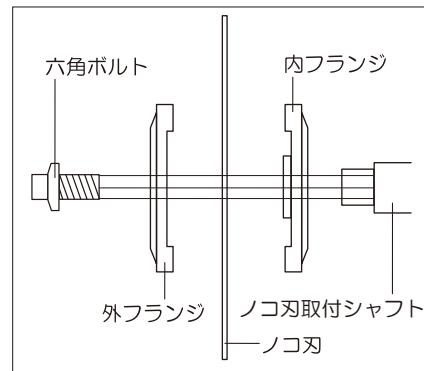
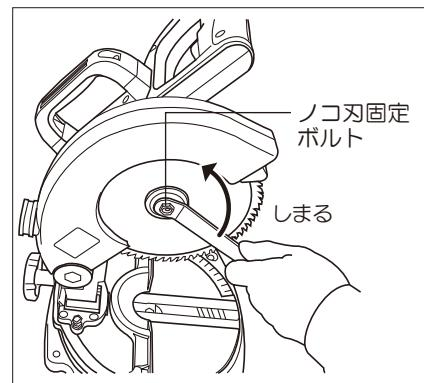
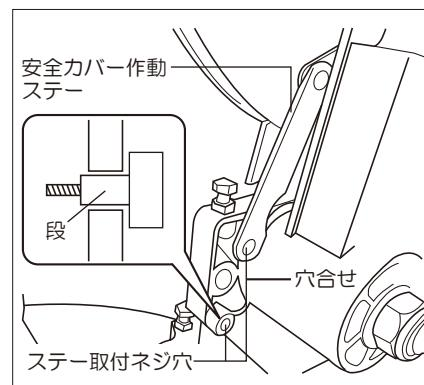

図7
図8
図9
- ①ノコ刃の取付けは、取外しと同じ要領で安全カバーをブレードケース側に回し上げてください。
- ②ノコ刃取付け軸に、内フランジ→ノコ刃→外フランジ→六角ボルト(左ネジ)の順に取付けてください。(図7参照)
- ③シャフトロックを押さえながらノコ刃固定ボルトに付属のスパナを掛け、ゆっくり回すとシャフトがロックされます。
- ④六角ボルトは逆ネジです。左回しで締まりますので確実に締めてください。(図8参照)
- ⑤安全カバーを下げてください。
- ⑥アームの下にある安全カバー作動ステーの取付けねじ穴に、ステーの取付け穴を合わせ、六角穴付ネジを差込み付属の六角レンチ(4mm)で確実に締め付けてください。(図9参照)
- ・安全カバー作動ステーを取り付けてください。(P10ノコ刃取付け方法の⑥と図9を参照)